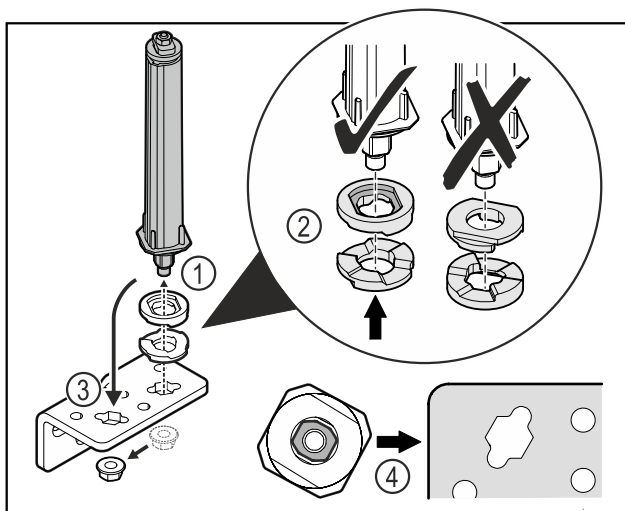

Fig. 47
- Dévisser l'écrou et retirer le système de fermeture de porte Fig. 47 (1).
- Veiller à ce que les rondelles de réglage de la hauteur soient correctement orientées Fig. 47 (2).
- Mettre le système de fermeture de la porte dans l'autre trou de l'équerre de charnière et le fixer avec l'écrou Fig. 47 (3).
- Lors de la mise en place, veiller à bien orienter le système de fermeture de porte Fig. 47 (4).